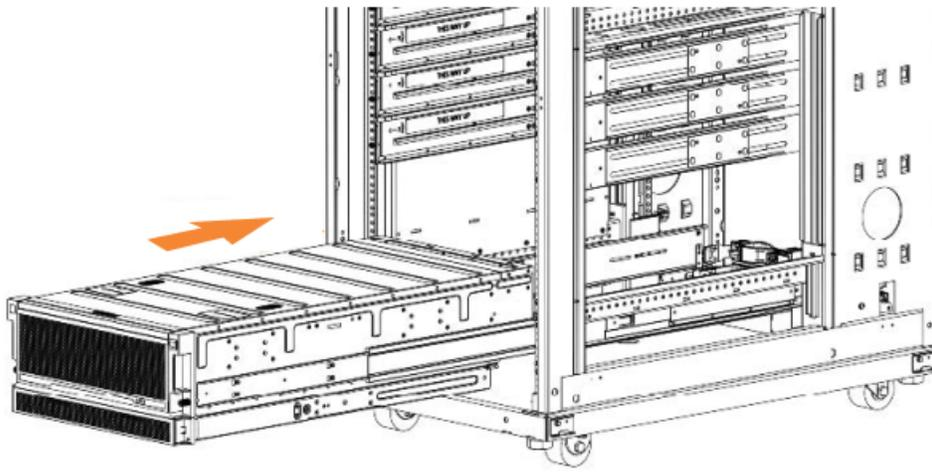

図 38. ラックでのエンクロージャの取り付けの例
- 拡張エンクロージャを、ラック内の一番下の位置に取り付けます。58 ページの図 38 に例を示します。